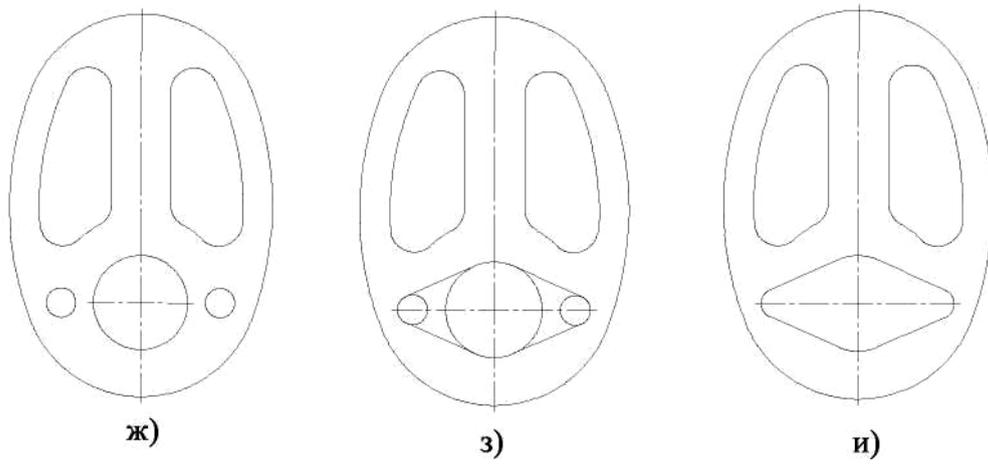

Рис. 2.12 - Последовательность выполнения лабораторной работы
2. Изобразить осевые линии (рис. 2.12 а).
б) щелкнуть по пиктограмме **Отрезок**, задать стиль линии **Осевая**, а затем изобразить осевые линии (рис. 2.12 а). При формировании изображений осевых линий использовать расширенную команду  - **Параллельный отрезок**
3. Изобразить заданные окружности (рис. 2.12 а). Для точного указания точек использовать объектную привязку **Пересечение**. Для этого щелкнуть на кнопке  - **Установка глобальных привязок** и в открывшемся окне установить опцию **Пересечение**.
4. Построить окружности, касательные к заданным окружностям (рис. 2.12 б). Для этого использовать команду  - **Касательная окружность к двум кривым**.
**кривую** панели **Редактирования** (рис. 2.12 в).
6. Построить дугу окружности **m** на заданном удалении от внешнего контура и прямую **n**, параллельную вертикальной оси симметрии (рис. 2.12 г). Использовать команду  - **Эквидистанта кривой** панели **Геометрия**.
7. Построить сопряжения между прямой **n** и дугой окружности **m**. Для построения сопряжений использовать команду  - **Скругление** (рис. 2.12 д, ж).
8. Построить окружности и касательные к ним. Для построения касательных использовать опцию  - **Отрезок, касательный к двум кривым** (рис. 2.12 з, и).
9. Удалить ненужные части окружности с использованием команды  - **Усечь кривую** (рис. 2.12 к).
10. Установить точность размерных надписей - число знаков после запятой 0 (рис. 2.12). Выполнить изображения размеров.